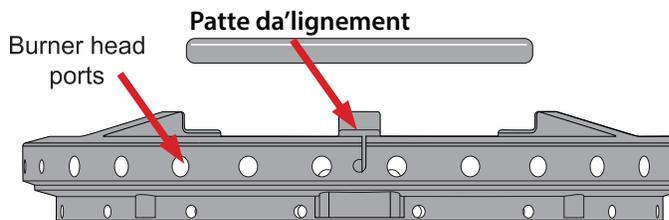

Figure 29 : Orifices d'allumage des têtes de brûleur
1. Soulever le capuchon de la tête de brûleur avant de nettoyer les têtes et les orifices d'allumage (Voir Figure 29).